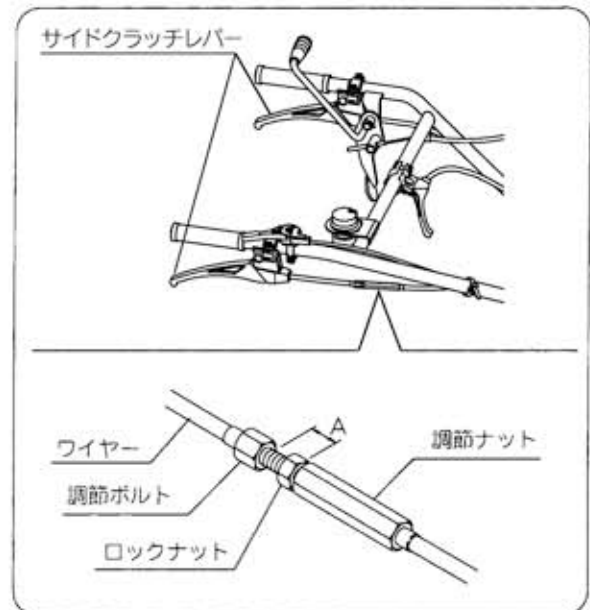

図50
■サイドクラッチの調整 (MRCM4S/MRCK6S) (図50)